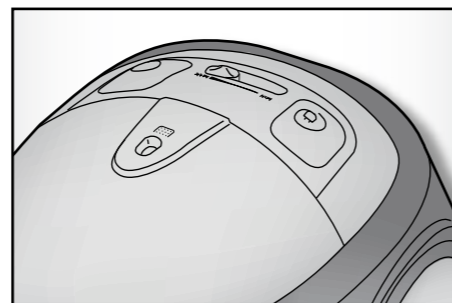

Fig. 4
Prima di utilizzare questo apparecchio innanzitutto srotolare in tutta la sua lunghezza il cavo elettrico e inserire la spina. Per accendere l'apparecchio premere l'interruttore On/Off sull'aspirapolvere (FIG. 4). Durante l'utilizzo trascinare sempre l'aspirapolvere dietro di sé come un carrellino.
E' possibile regolare la forza d'aspirazione come desiderato utilizzando la levetta scorrevole (FIG. 4). Raccomandiamo di utilizzare una forza minima per i materiali delicati. Selezionare, quindi, una forza media per materassi, mobili rivestiti in tappezzeria e tappeti. Selezionare una forza massima per pavimenti in mattonelle, legno o altro materiale robusto.
- Per questo premere l'interruttore On/Off (FIG. 4).